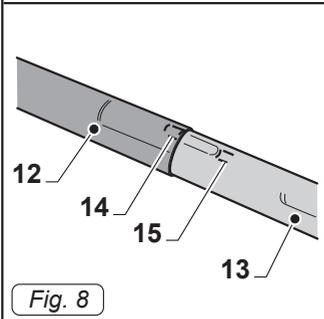

Fig. 8
- Die zwei starren Verlängerungen (12-13 Abb. 8) durch die Ausrichtung der beiden Bezugspunkte (14-15 Abb. 8) verbinden.